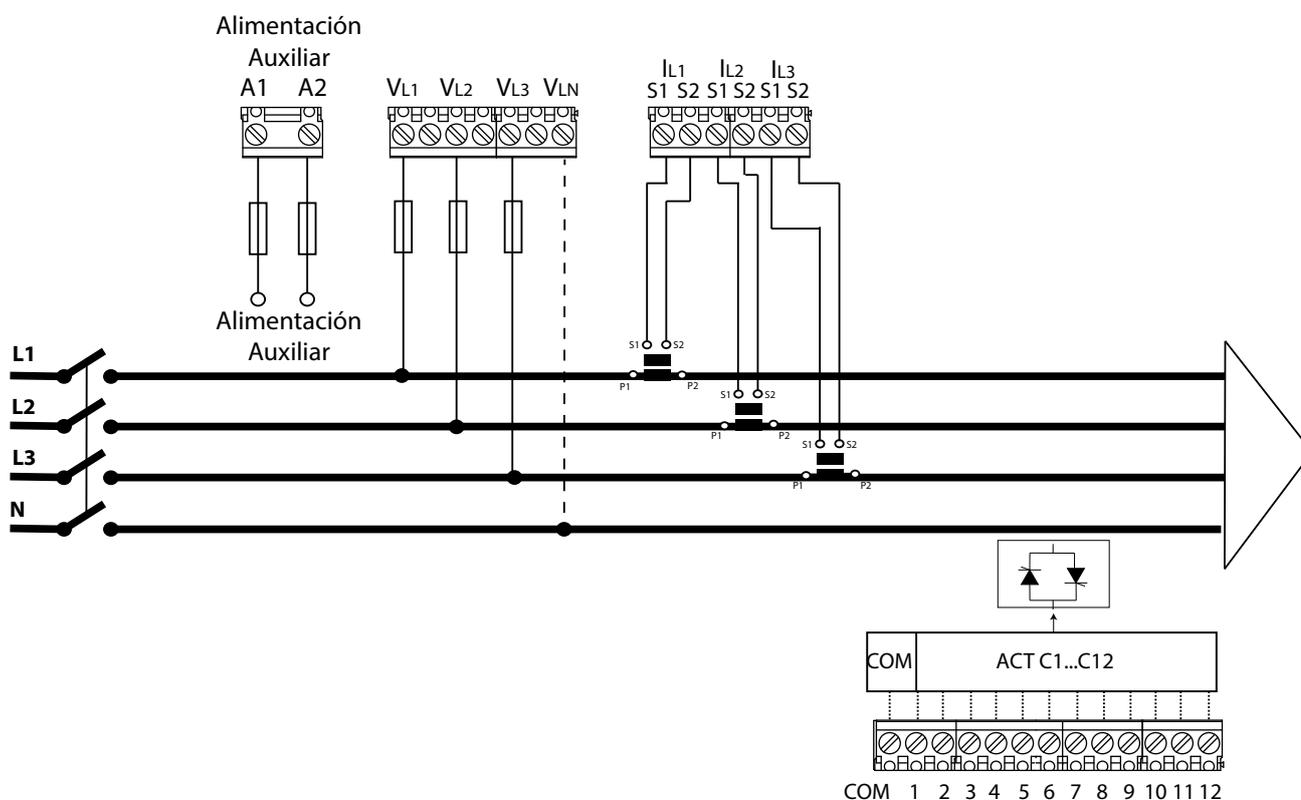

Figura 4: 3 tensiones + neutro y 3 corrientes, modelo Computer SMART III FAST 12.
**Nota :** La alimentación auxiliar puede conectarse Fase-Neutro ( como en la Figura 4) o Fase-Fase, siempre y cuando no se exceda el rango de alimentación ( ver “6.- CARACTERÍSTICAS TÉCNICAS”).